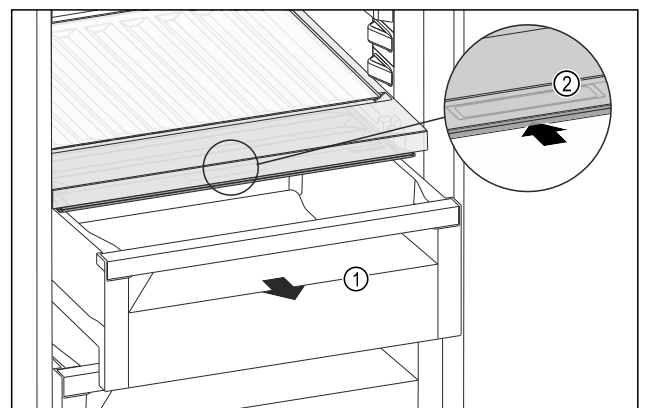

Fig. 148
- ▶ 拉出抽屉 Fig. 148 (1)。
- ▶ 抓住抽屉盖上的内嵌式拉手 Fig. 148 (2)，并同时向后推入抽屉盖。